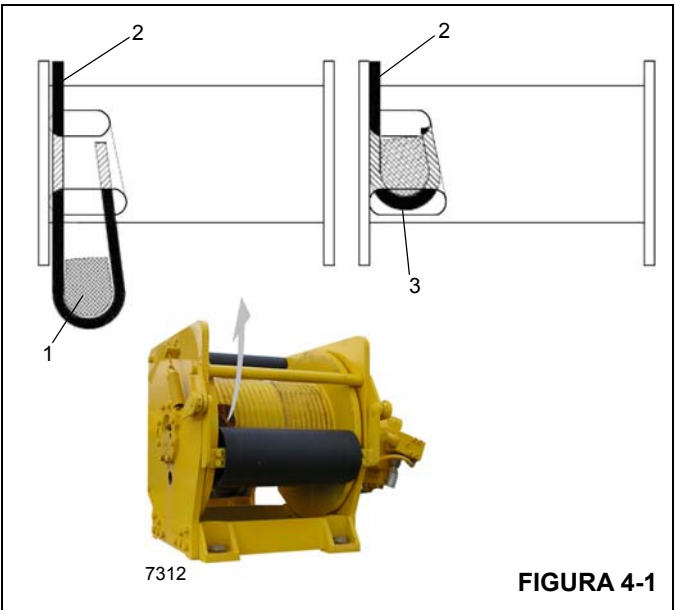

FIGURA 4-1
- 3. Insira o cabo através da fenda e posicione-o em volta da cunha de fixação (1) (Figura 4-1).